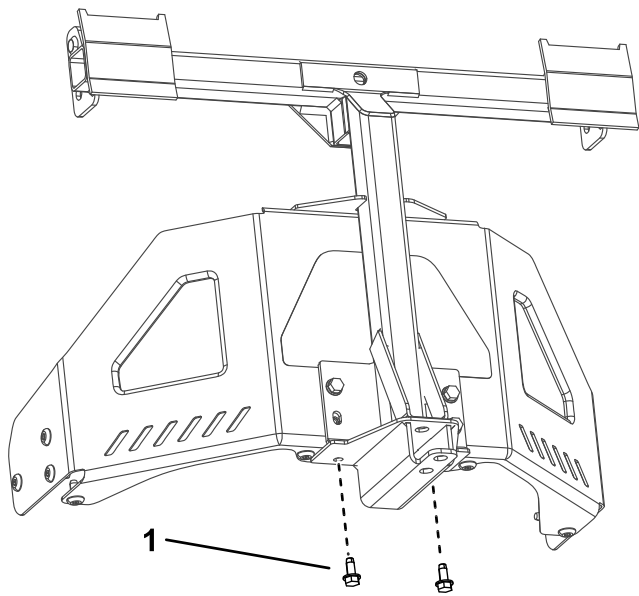

Figura 11
3. Assicurate il telaio del perno alla parte inferiore del telaio della macchina utilizzando 2 viti autofilettanti (5/16" x 3/4"), come illustrato nella Figura 11.